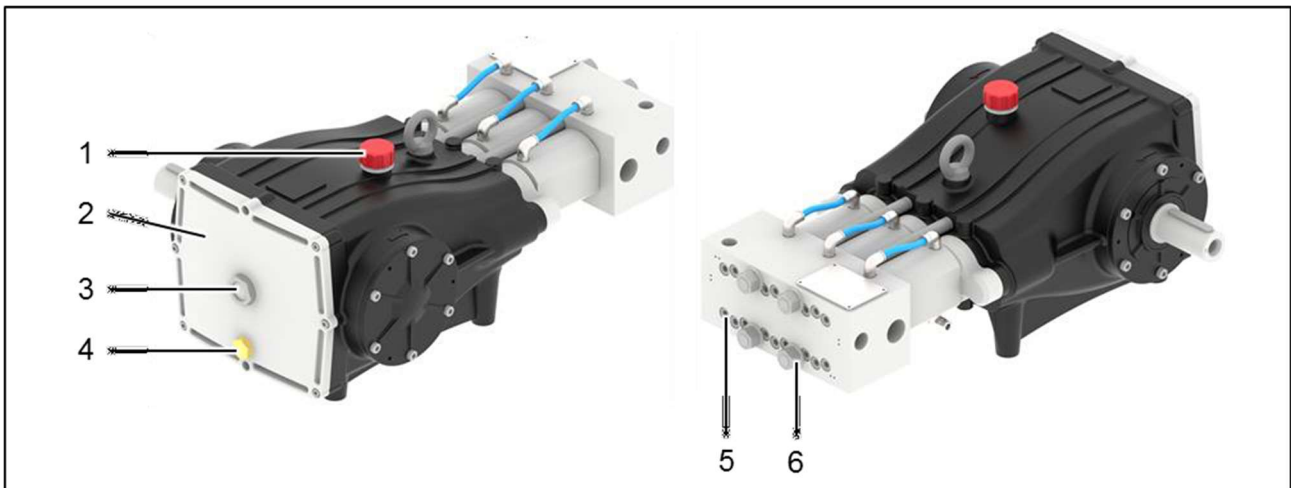

Figura 17: Componentes a comprobar
1. Tenga a mano un recipiente para el aceite de tamaño suficiente para recoger el aceite usado que salga por el tapón roscado (Figura 17: posición 4).
2. Desenrosque el tapón de descarga del aceite (Figura 17: posición 4).
3. Desenrosque el tapón de purga del aceite (Figura 17: posición 1).
5. Si fuera necesario, elimine los residuos metálicos del tapón de descarga del aceite (Figura 17: posición 4).
6. Si hubiera residuos metálicos en el aceite, desatornille la tapa del cárter (Figura 17: posición 2) y compruebe si el interior del cárter está dañado.
7. Vuelva a enroscar el tapón de descarga del aceite (Figura 17: posición 4).
10. Vuelva a colocar la tapa del cárter (Figura 17: posición 2) si la hubiera abierto.
11. Rellene con la cantidad de aceite indicada (Tabla 7: Cantidad de aceite) según las especificaciones (Tabla 13: Aceites) a través de la boca de llenado de aceite (Figura 17: posición 1).
12. Compruebe el nivel de aceite a través de la mirilla (Figura 17: posición 3).
13. Vuelva a enroscar el tapón de purga del aceite (Figura 17: posición 1).